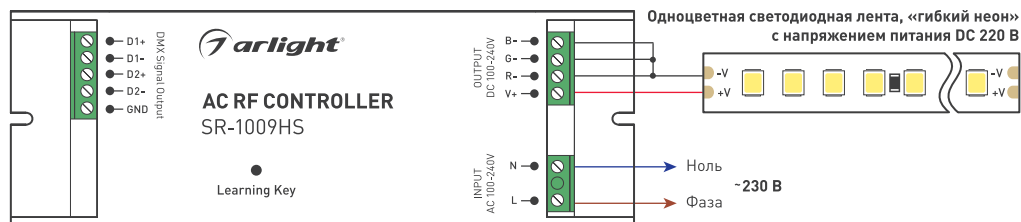

Рисунок 2. Подключение одноцветного гибкого неона или светодиодной ленты.
- 3.12. При подключении одноцветных источников света можно использовать схему Рис. 2. При этом контроллер должен управляться от пульта ДУ или панели управления с функцией диммирования.